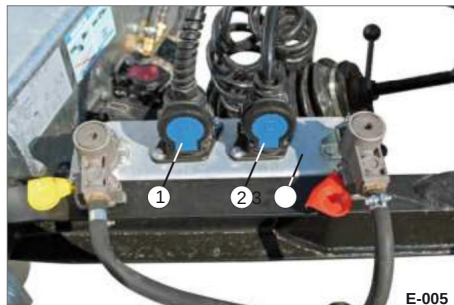

Abb. 5 Parkeringsplats vid Zugdeichsel
• Dra ut kontakten ur parkeringsuttaget (Bild 5/2) och sätt i kontakten (15-polig) i traktorn.
• Dra ut kontakten ur parkeringsuttaget (Bild 5/1) och sätt i kontakten (7-polig) i traktorn.